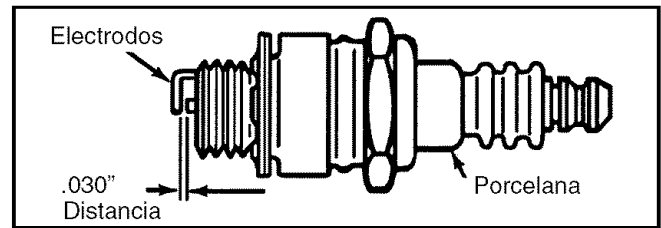

Figura 8
- Cambie la bujía si los electrodos están picados, quemados o la porcelana está rota. Ver Figura 8.